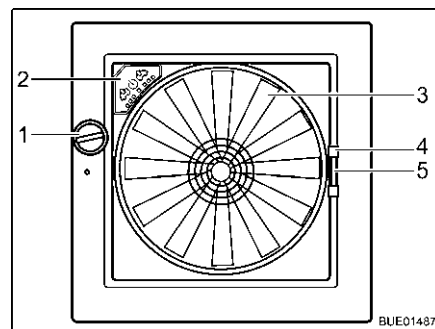

Fig. 62 Oblò Omni-Vent
- Ruotare la manopola (Fig. 62,1), finché non si raggiunge l'angolo di apertura desiderato.
- Ruotare la manopola (Fig. 62,1), finché l'oblò non è completamente chiuso.
- Chiusura:* ■ Tirare la zanzariera per l'impugnatura (Fig. 62,4) verso il lato opposto del telaio.
- Chiusura:* ■ Serrare la maniglia (Fig. 62,5) dell'oscurante.
- Ventilatore** Se l'oblò è aperto, l'abitacolo può essere ventilato e sfiato con il ventilatore a 6 stadi (Fig. 62,3). Il ventilatore si controlla dal quadro di comando (Fig. 62,2).